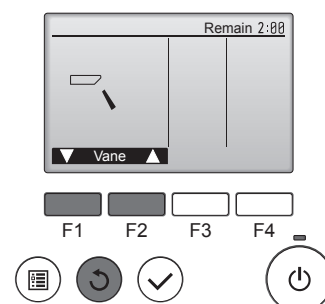

Fig. 8-4
- 2 Prima o botão [OK] para apresentar o ecrã de funcionamento da palheta e, em seguida, prima os botões [F1] e [F2] para verificar a palheta automática. (Fig. 8-4)